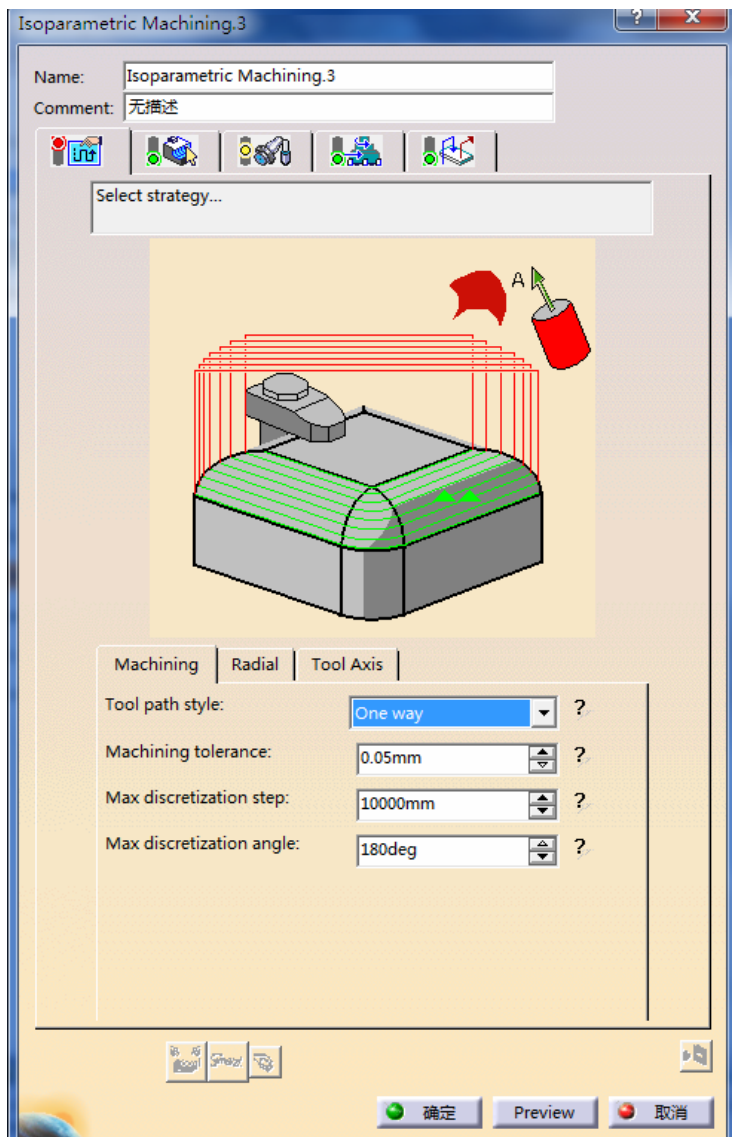

图 5-57 “Machining”选项卡(4)
- 在“Machining”选项卡(4)的“Machine tolerance”文本框中输入“0.05mm”, 如图 5-57 所示。